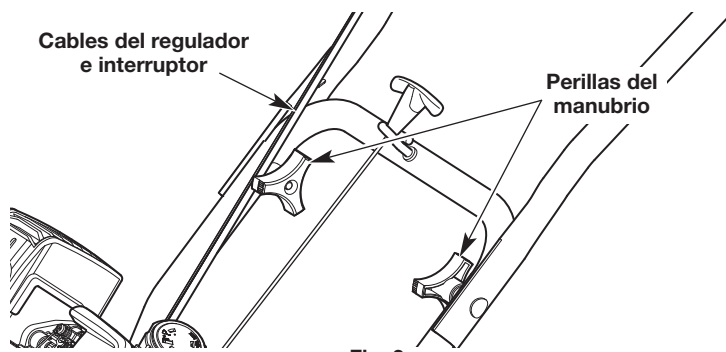

Fig. 3
1. Afloje las dos perillas del lado interior del manubrio (Fig. 3).
**NOTA:** Tenga cuidado de no pellizcar el cable del regulador o los cables del interruptor cuando coloque el manubrio (Fig. 3).
3. Ajuste las perillas para asegurar el manubrio en su lugar (Fig. 3).